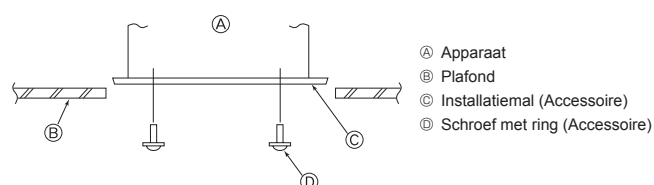

Fig. 2-7
2.6. De exacte positie van het apparaat vaststellen en de ophangbouten vastzetten (Fig. 2-7)